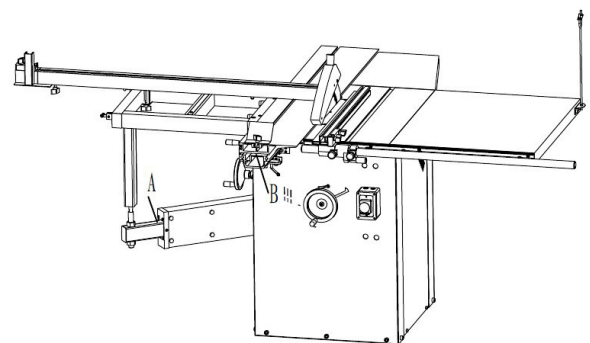

Abb. 24: Maschine reinigen
Schritt 3: Die Maschine von Sägespänen und Sägestaub absaugen und mit einem trockenen Lappen und/oder mit Druckluft (Schutzbrille tragen!) reinigen. Insbesondere müssen die Führungsschienen B (Abb. 24) und der Schiebeschlittenträger A (Abb. 24) sauber gehalten werden.